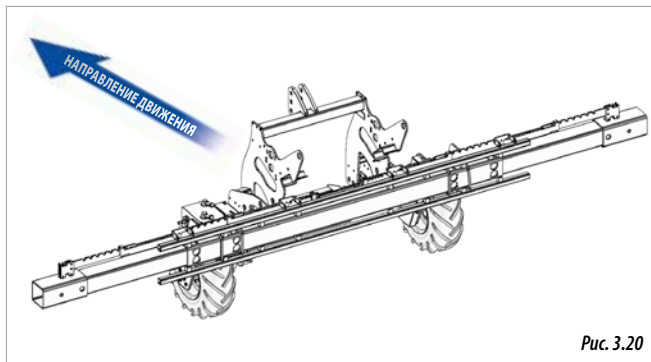

Рис. 3.20
- ПРОСТАЯ ТЕЛЕСКОПИЧЕСКАЯ РАМА VARIANT (рис. 3.20).